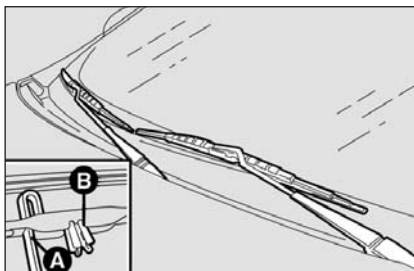

fig. 22
- ☐ soulever le bras **A-fig. 22** de l'essuie-glaces et placer le balai de manière à former un angle de 90° avec le bras lui-même;